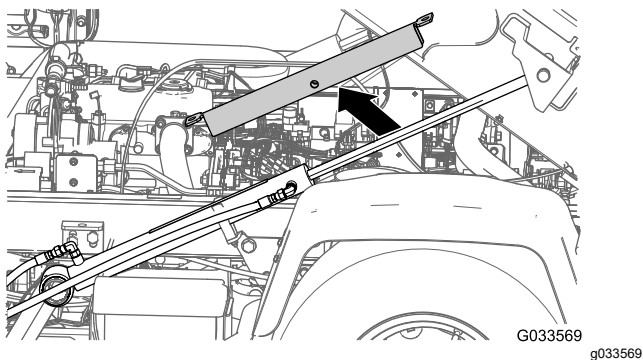
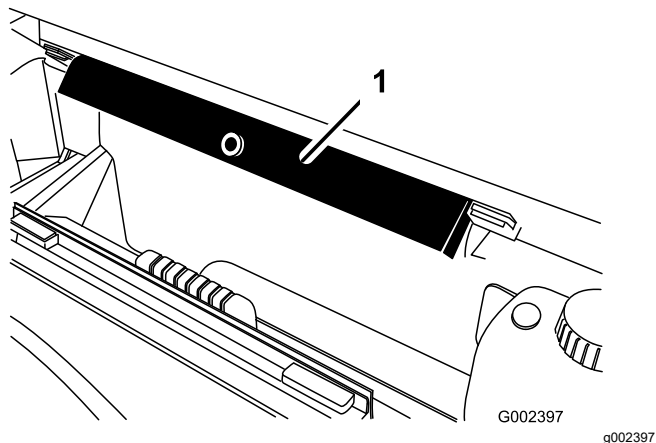

Bild 34
Bild 35
2. Entfernen Sie die Ladepritschenstütze von dem Hubzylinder und lagern Sie die Stütze in den Lagerungshalterungen an der Rückseite der Überrollschutzplatte (Bild 34 und Bild 35).